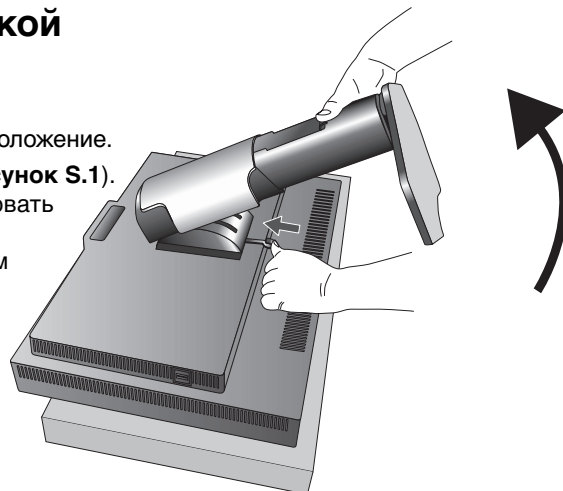

Рисунок S.1
3. Положите монитор экраном вниз на неабразивную поверхность (**Рисунок S.1**). Ни в коем случае нельзя надавливать или иным образом воздействовать на встроенный датчик передней панели.
- Во избежание подобной ситуации положите монитор на стол экраном вниз так, чтобы встроенный датчик передней панели находился за пределами стола (**Рисунок S.1**).
4. Возьмитесь одной рукой за основание, а другой за защелку. Надавите на защелку в направлении, указанном стрелками, и удерживайте ее (**Рисунок S.1**).
5. Поднимите подставку, чтобы отсоединить ее от монитора (**Рисунок S.1**).